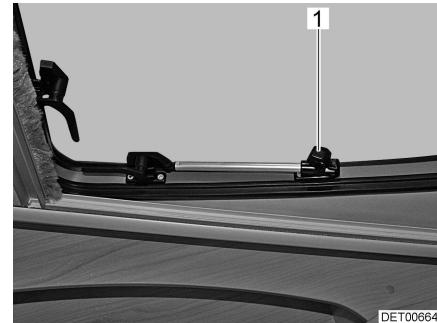

Fig. 28 Lucernario con deflettori a rotazione, aperto
- Aprire il lucernario fino alla posizione desiderata e fissarla mediante il pomello zigrinato (Fig. 28,1).
- Ruotare il pomello zigrinato (Fig. 28,1) fino a che l'arresto viene sbloccato.